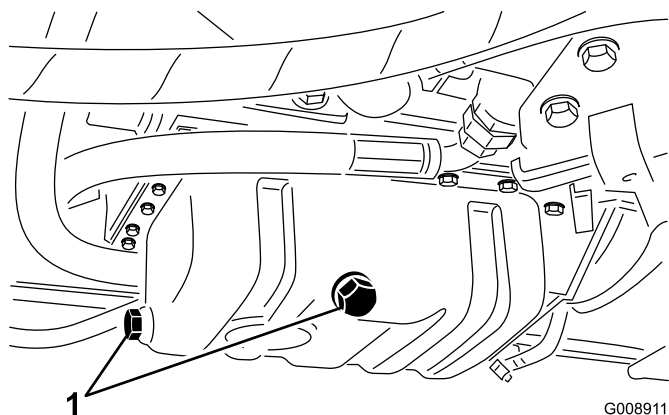

Figura 58
1. Retire o tampão de escoamento (Figura 58) e deixe o óleo escorrer para um recipiente adequado; quando o óleo parar, volte a montar o tampão de escoamento.